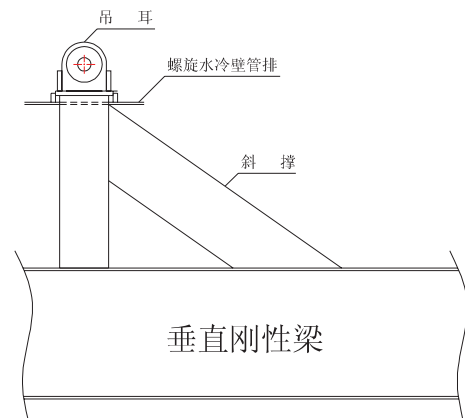

图3
3.2.3 分别在第二、第四、第六、第八、第十、第十二、第十四、第十六根垂直刚性梁上平面设置2个吊耳,吊耳用20mm钢板制作(如图3所示),设置吊耳处正上方管屏需要用切割机割去300mm×300mm的孔。